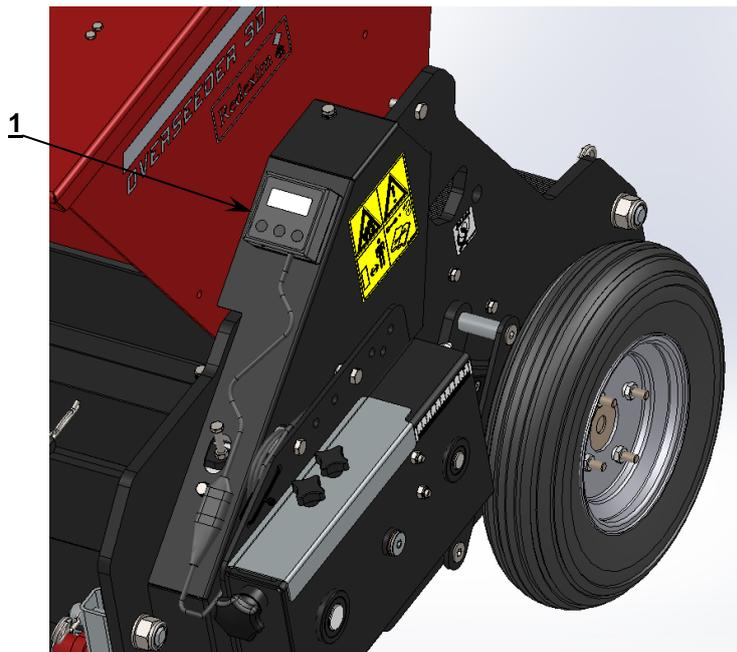

Abbildung 7
An der Maschine ist ein digitaler Flächenzähler (1) montiert (siehe **Abbildung 7**). Dieser Zähler erfasst unterschiedliche Daten, wie bearbeitete Fläche, Entfernungen, Arbeitsstunden etc.